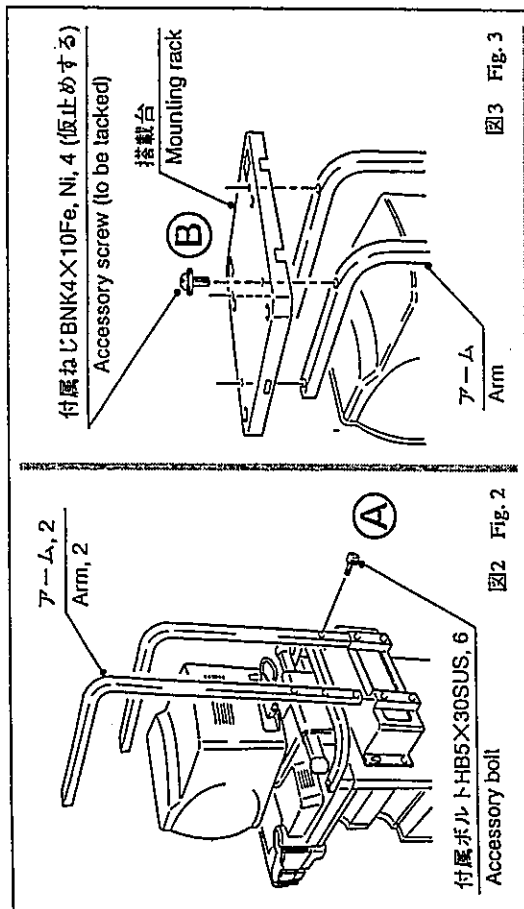

図3 Fig. 3
- (6) 搭載台を、付属ねじ4本でアームに仮止めする。(図3Ⓑ)
(6) Use 4 accessory screws to tack mounting rack onto arm. (Ⓑ in Fig. 3)